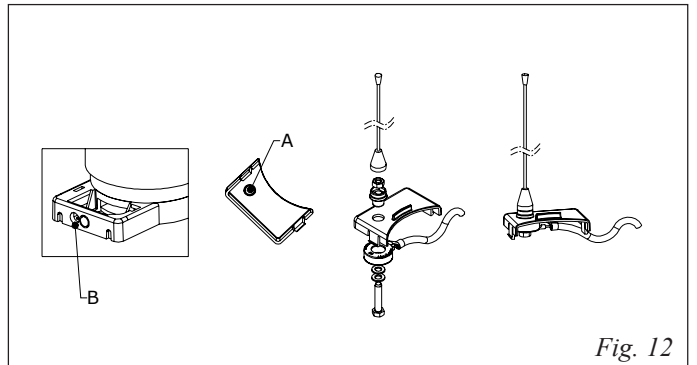

Fig. 12
- 1- Aprire il foro prefabbricato, Ø 9, presente sul supporto antenna (Fig. 12 rif. A).
- 2- Montare l'antenna con gli accessori a corredo come illustrato in Fig. 12.
- 3- Infilare il cavo nel lampeggiante (Fig. 12 rif.B).